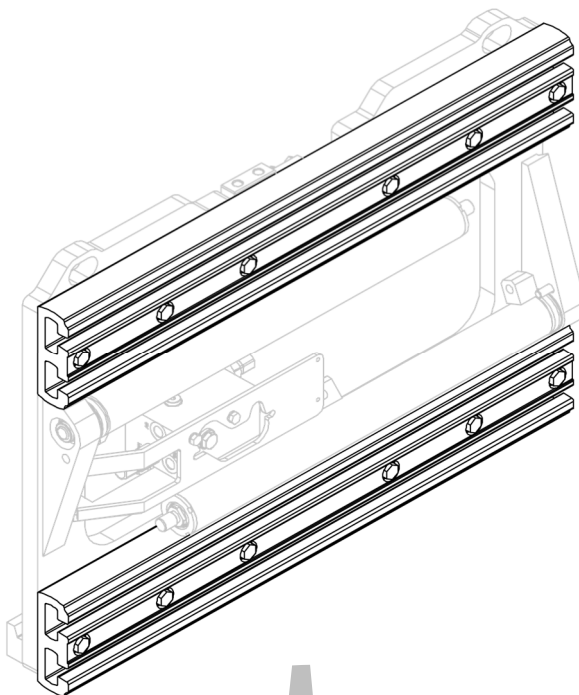
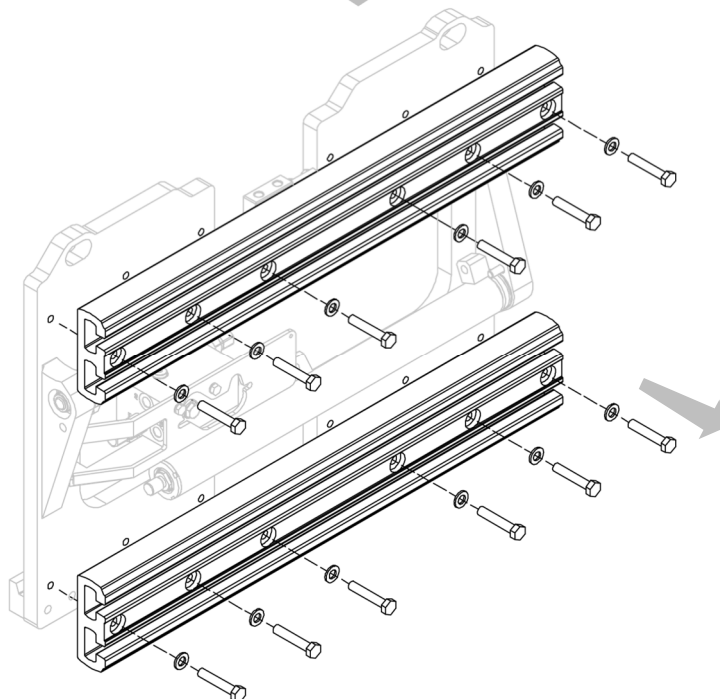

Figura 56
Figura 57
2. Extraer, uno a uno, los perfiles de aluminio después de desenroscar los tornillos correspondientes (ver *Figura 56* y *Figura 57*).